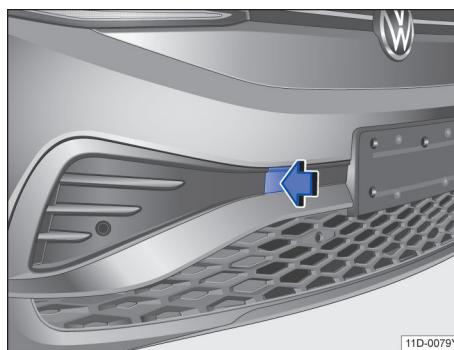

图 138 拆卸盖板
- 按压盖板的左侧区域→图 138（箭头），松开盖板的卡扣。